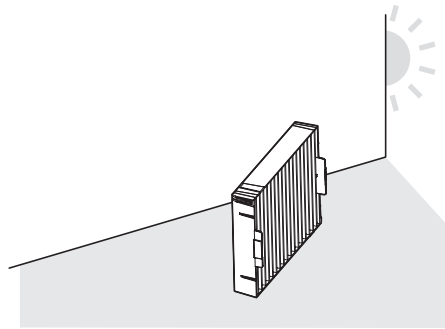

Fig. 2
- i) Estrarre l'unità filtro aria dalle linguette sul corpo del proiettore (c) premendo leggermente l'impugnatura sull'unità filtro aria (a) verso l'interno come descritto con la freccia. **(Fig. 2)**
2) Asciugare l'unità filtro aria. (Fig. 2)